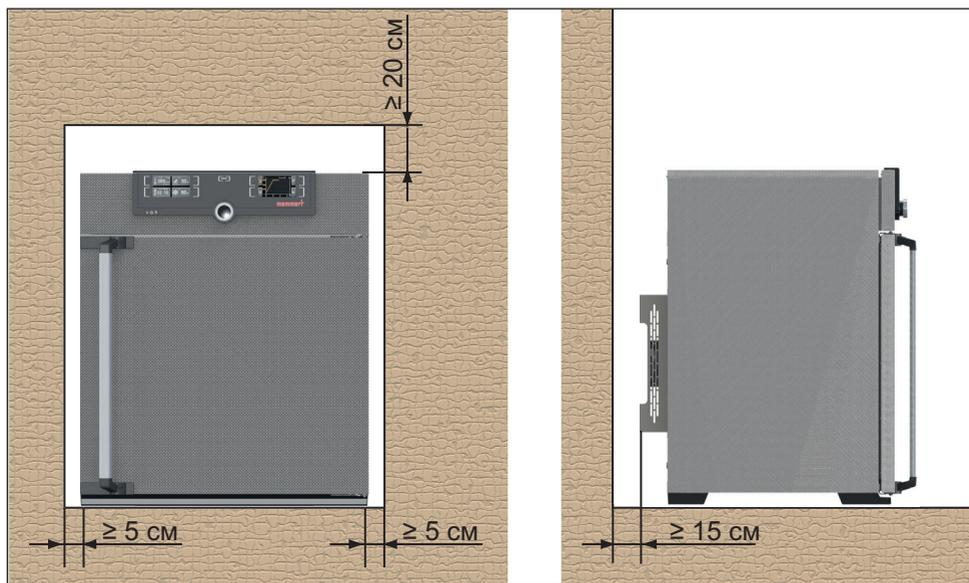

Рис. 9 Минимальные расстояния до стен и потолка
Расстояние от устройства до потолка должно быть не менее 20 см, а от боковой стороны устройства до стены - не менее 5 см (Рис. 9). Постоянно должна быть обеспечена достаточная циркуляция воздуха вокруг устройства.
2. Отведите механизм защиты от опрокидывания вверх под углом 90 ° на необходимом расстоянии от стены (с учетом минимально допустимого расстояния, см. Рис. 9).